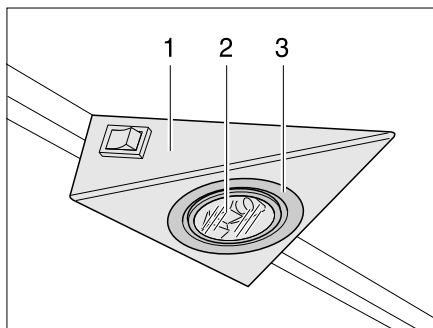

Bild 175 Halogeneinbauleuchte
Die Halogeneinbauleuchte ist in einem Gehäuse (Bild 175,1) versenkt eingebaut.
- Inneren Abdeckring (Bild 175,3) mit einem Schraubendreher vom Gehäuse lösen.
- Halogenleuchte (Bild 175,2) entfernen.